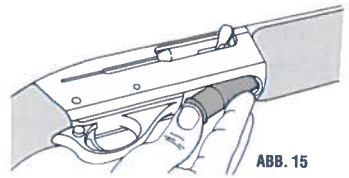

ABB. 15
7. Drücken Sie eine weitere Schrotpatrone des korrekten Kalibers und der korrekten Länge gegen den Carrier-Release-Knopf. Siehe Abb. 15.
8. Schieben Sie vier (4) Patronen des korrekten Kalibers und der korrekten Länge nacheinander nach vorn in das Röhrenmagazin.